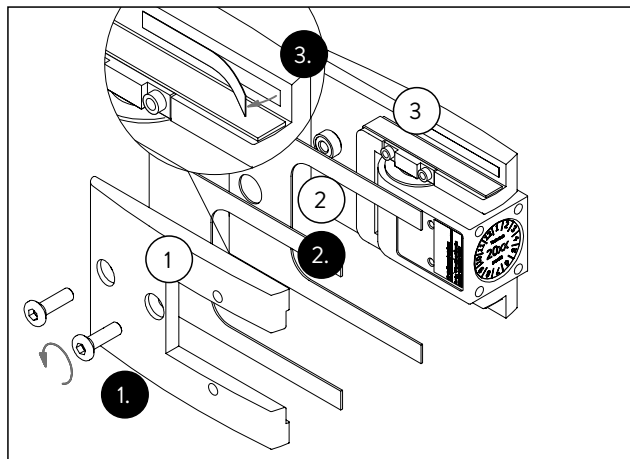

Fig. 22 Preparación de las bisagras de doble acción
1. Destornillar la contraplaca (Fig. 22/1).
2. Seleccionar las juntas intermedias (Fig. 22/2) adecuadas según el espesor del vidrio (consultar la tabla en el capítulo 4.2).
3. Retirar las películas protectoras de las tiras adhesivas de la placa de soporte y la contraplaca (Fig. 22/1 y Fig. 22/3).